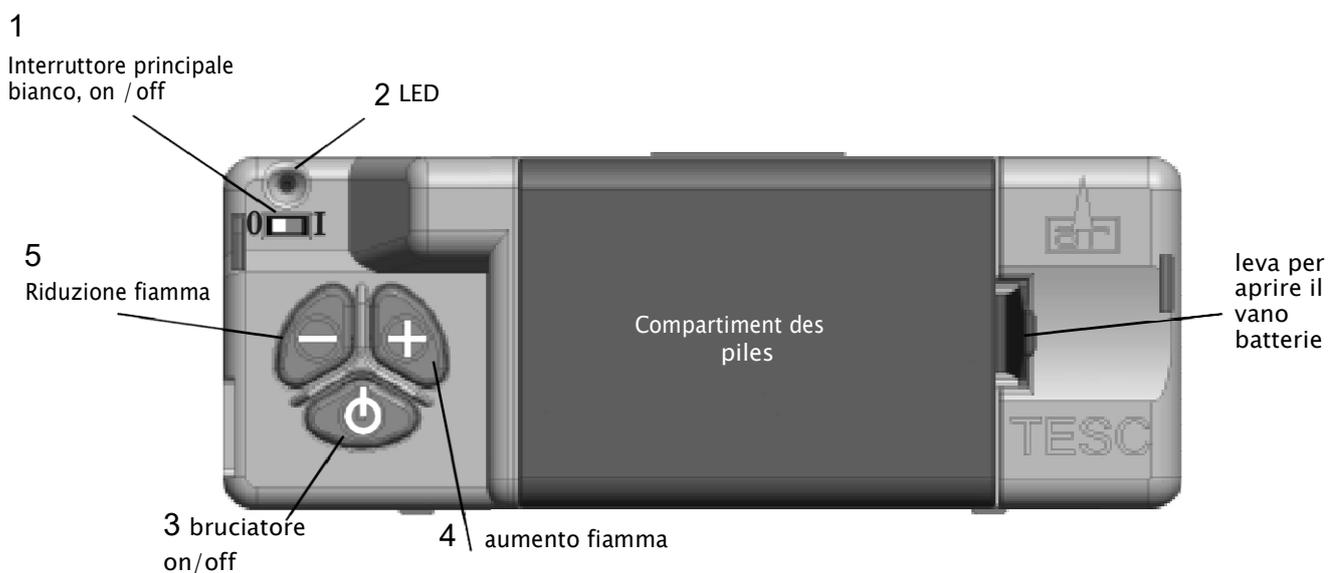

Fig. 6.18. comandi per il funzionamento della valvola.
Il bruciatore funziona in combinazione con la fiamma pilota che si accende automaticamente in risposta a una richiesta di calore tramite uno dei comandi della valvola o di un telecomando. I comandi della valvola e del bruciatore si trovano sotto la camera di combustione, dietro la porta di accesso. Vedi Fig. 6.18, pag. 17.
1. Far scorrere l'interruttore principale verso sinistra(O) per scollegare l'alimentazione, fig. 6.18.